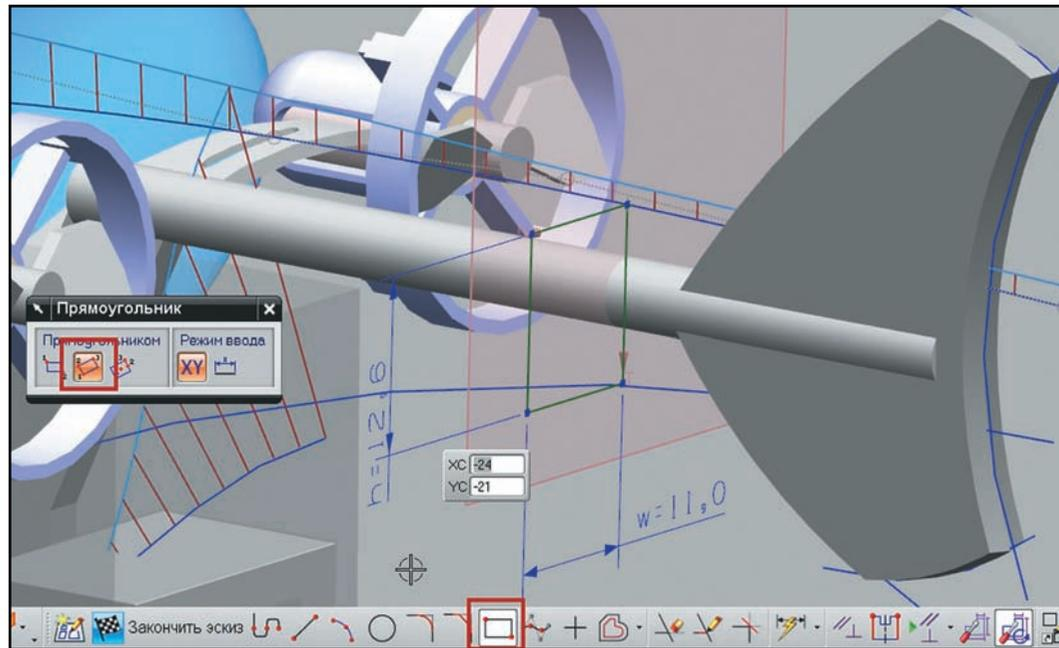
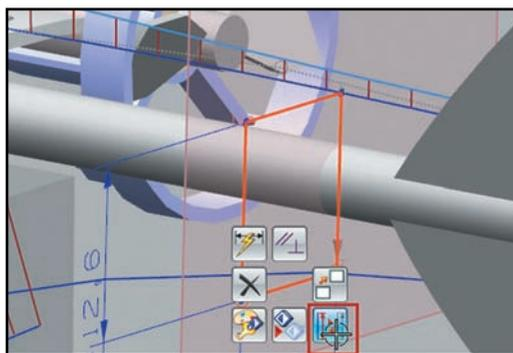

Рисунок 3.24 Построение прямоугольника
Рисунок 3.25 Вспомогательные линии
- Постройте прямоугольник по трем точкам, как показано на рис. 3.24. Начальный угол прямоугольника расположите в нуле системы координат эскиза, второй угол расположите примерно на слайне, формирующем нижнюю линию контура корпуса, и задайте ширину прямоугольника примерно равной половине высоты. Затем преобразуйте линии построенного прямоугольника во вспомогательные. Для этого выделите все линии, нажмите и держите на одной из них правую кнопку мыши до появления радиального меню вокруг курсора мыши. В радиальном меню выберите правую нижнюю кнопку (рис. 3.25).